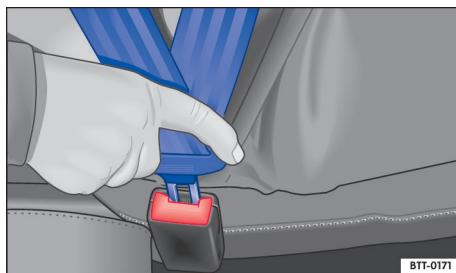

图 23 安全带锁扣和插口
- 将锁舌插入所属座椅的安全锁扣内，下压，直至听到啮合声→ 图 23。安全带锁舌被锁扣锁止。